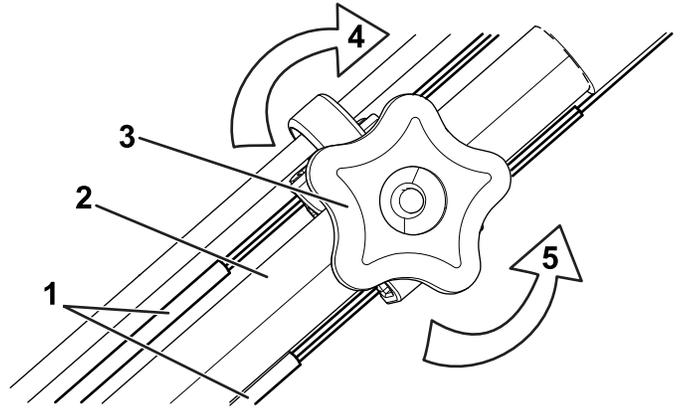

Figure 29
- Tournez le bouton de réglage dans le sens antihoraire pour desserrer le réglage du câble (Figure 29).
- Ajustez la tension des câbles (Figure 29) en les tirant tous deux en arrière ou en les poussant en avant puis en les maintenant à cette position, à la même longueur.